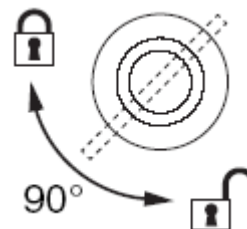

Рисунок 7. Фиксация крепления поворотом на четверть оборота 90°
- Совместите зажим с 2 точками крепления на основании. См. рисунок 7. Вставьте крепления в основание и поверните оба рычага на 90° оборота по часовой стрелке до упора. Установите второй зажим.